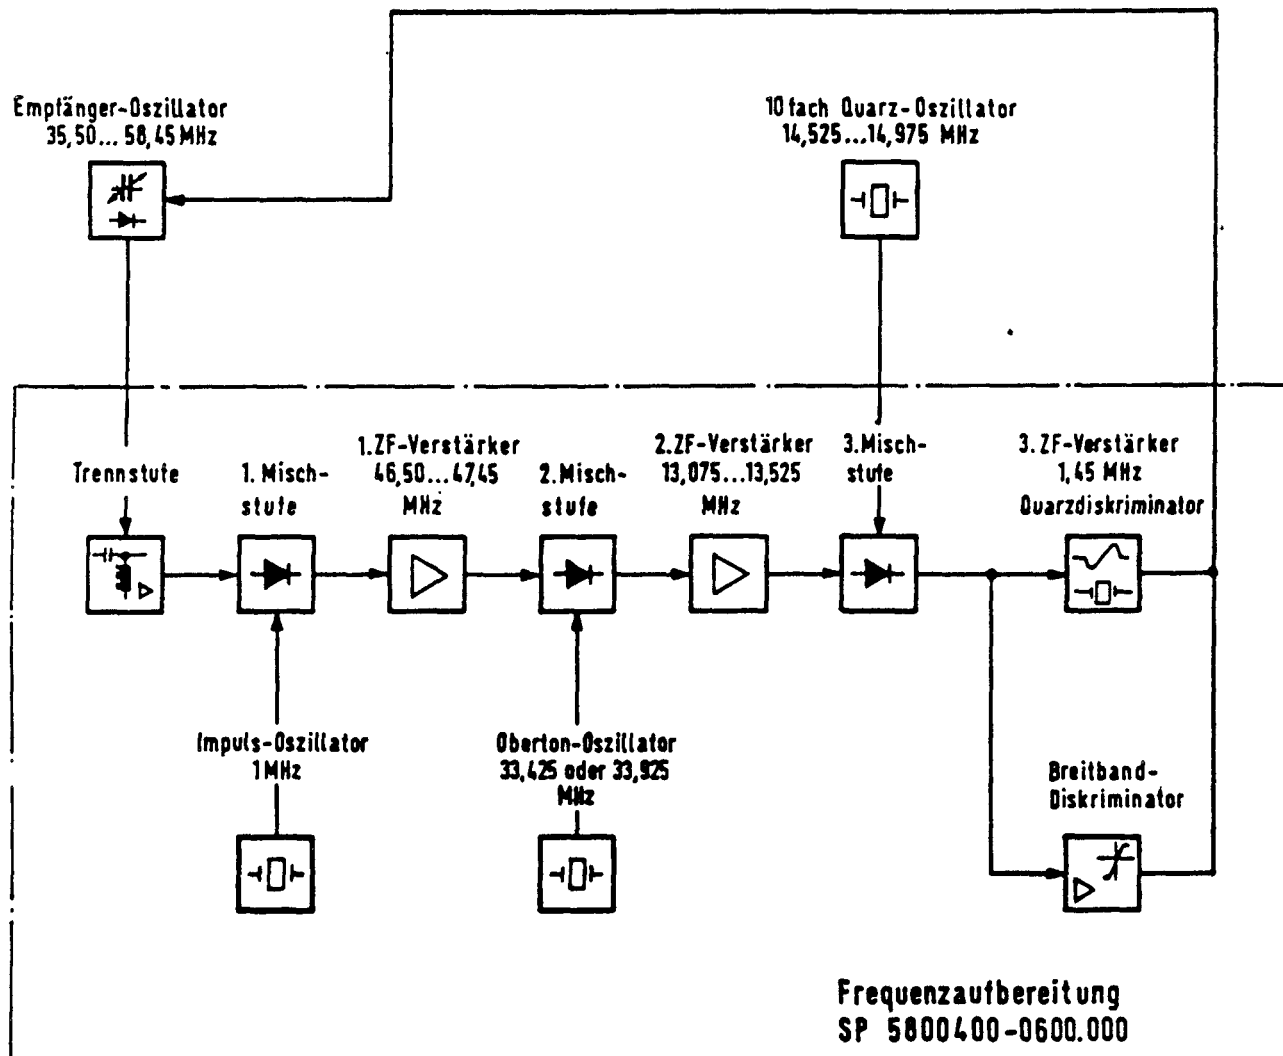

Bild 10. Frequenzaufbereitung
4.2.1.4. Frequenzaufbereitung (Bild 10, 11 und 12)